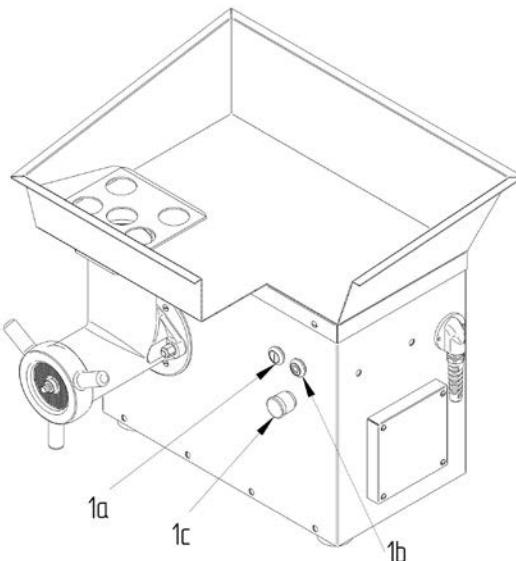

Рисунок 1
В модели LM-32/P и LM-98/P кнопка Пуск/Стоп, а также аварийная кнопка Стоп расположены на передней панели мясорубки (Рисунок 1: № 1а, 1б, 1с). Кнопка пуска снабжена выключателем низкого напряжения для предотвращения непроизвольного включения машины после остановки машины из-за отключения электричества.
1. **ОСТАНОВИТЕ** машину нажав на черную кнопку Стоп (Рисунок 1, № 1b).
При условии, что все требования, указанные в разделе 5.1.2 соблюdenы, мясорубка включается нажатием на белую кнопку Пуск (Рисунок 1, № 1a).
Мясорубка может быть остановлена нажатием на черную кнопку Стоп. (Рисунок 1, № 1b) или **в случае крайней необходимости** нажатием на **КНОПКУ АВАРИЙНОЙ ОСТАНОВКИ** (Рисунок 1, № 1c). Машина также снабжена выключателем низкого напряжения для предотвращения непроизвольного включения машины после остановки машины из-за временного отключения электричества.